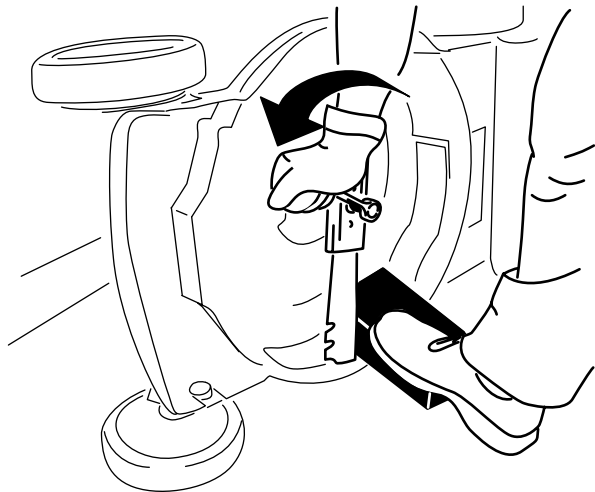

Figura 32
3. Utilize um bloco de madeira para manter a lâmina segura (Figura 32).
4. Retire a lâmina guardando todo o equipamento de montagem (Figura 32).